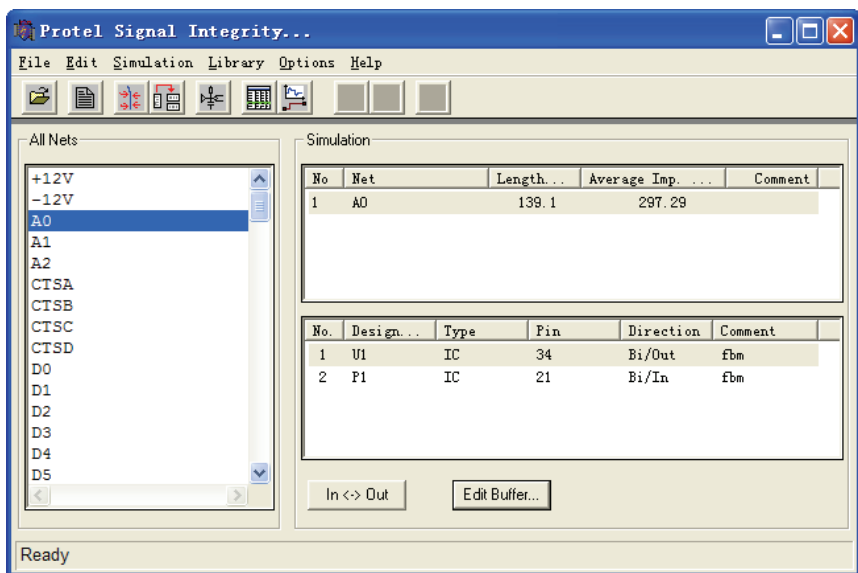

图 11-53 加载网络
(1) 在“All Net”栏选择“AO”选项，单击  按钮，将其送入右上方的“Simulation”文本框内，并在下方显示这个网络走线引脚“U1”、“P1”。如图 11-53 所示。